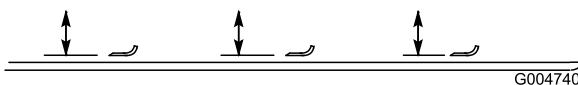

Bild 95
2. Drehen Sie die Schnittmesser, bis die Enden nach vorne und hinten zeigen (Bild 95). Messen Sie von der Innenseite des Mähwerks bis zur Schnittkante an der Vorderseite des Messers. Notieren Sie diesen Wert.